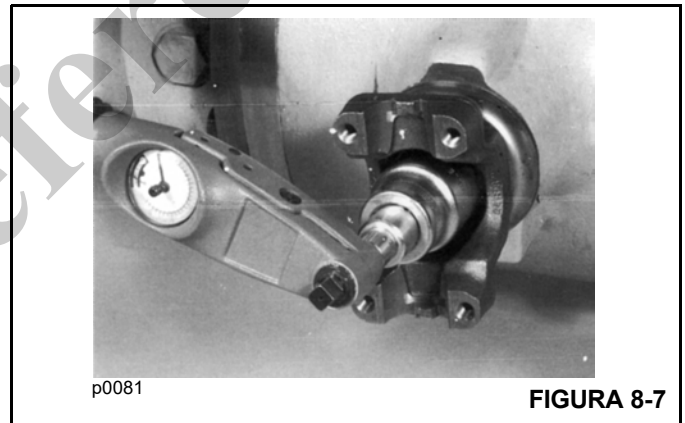

**FIGURA 8-6**
3. Remova a vedação (Figura 8-6) e instale uma nova. Lubrifique os lábios na nova vedação com graxa antes de instalar.